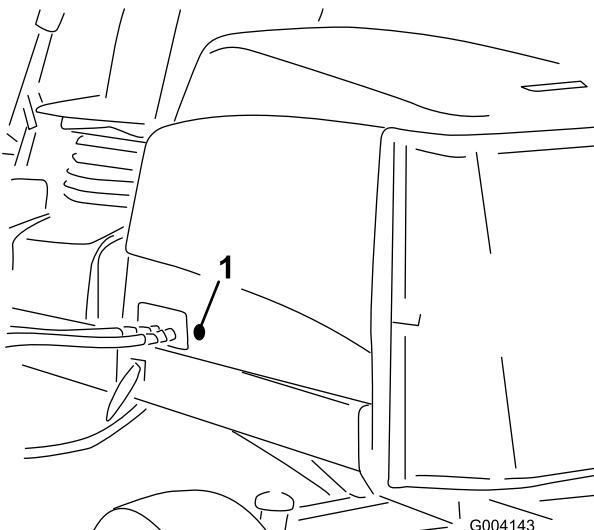

Figura 6
2. Retire el tapón de goma del taladro de lado izquierdo del capó (Figura 6).